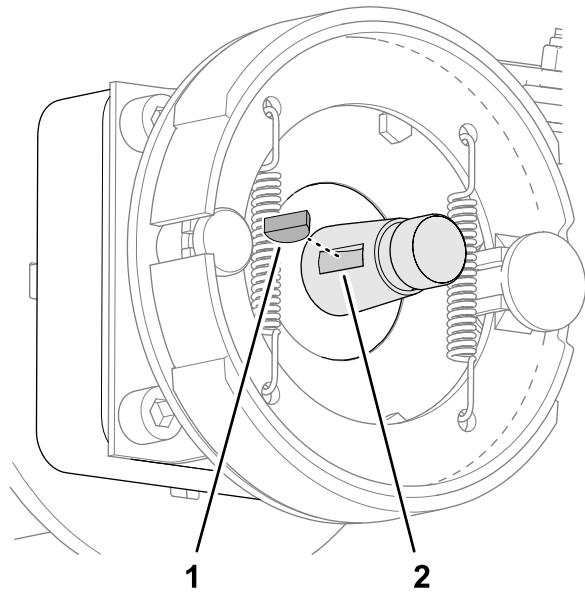

Figura 66
- Retire la chaveta semicircular del eje del motor de rueda (Figura 66).